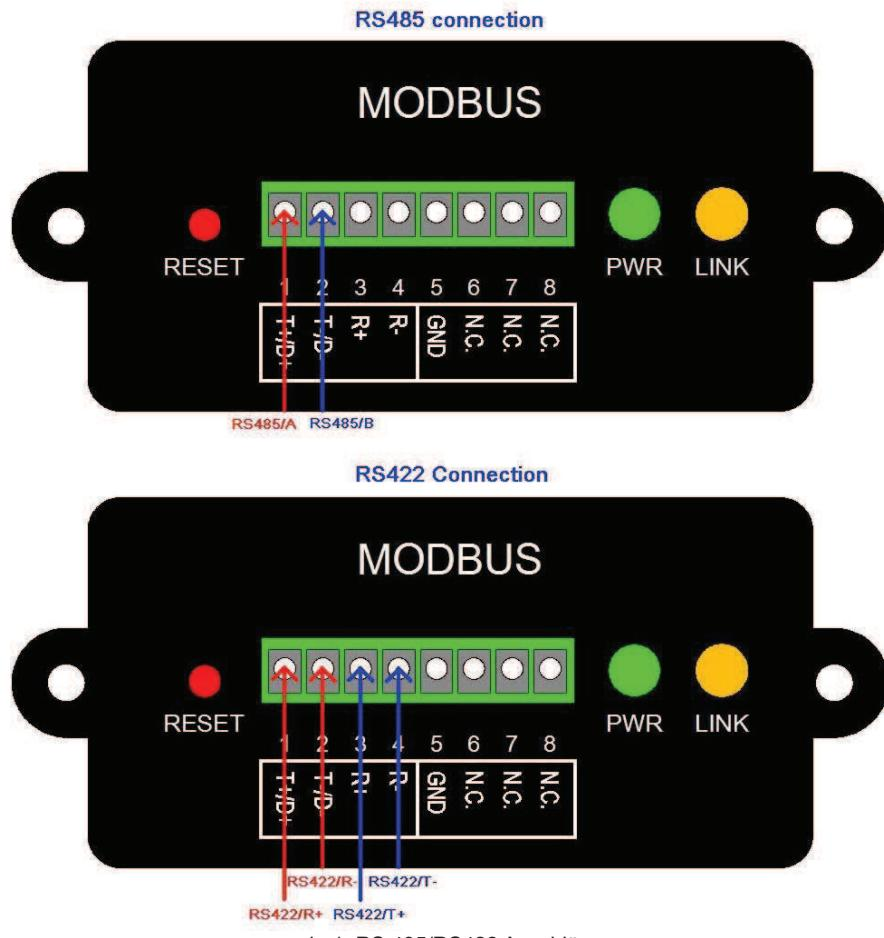

Fig.1: RS 485/RS422 Anschlüsse
- ◆ Wie in Abb. 1 dargestellt, die Linie RS485/RS422 an den Verbinder, vorne am Generator anschließen. Wir empfehlen die Verwendung einer zweipoligen Leitung, 0.22mm², (AWG24)^{*1}.